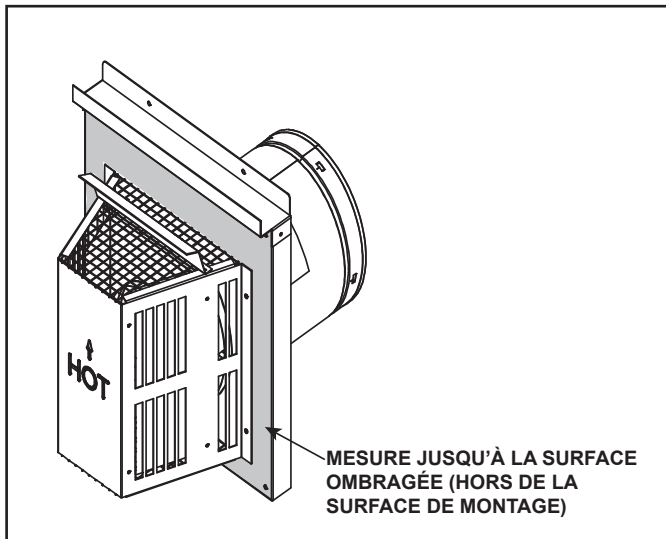

Figure 4.9 Mesure par rapport à la surface extérieure de montage
- Les extrémités horizontales sont mesurées à partir de la surface de montage extérieure (bride du chapeau de l'extrémité). Voir la figure 4.9.